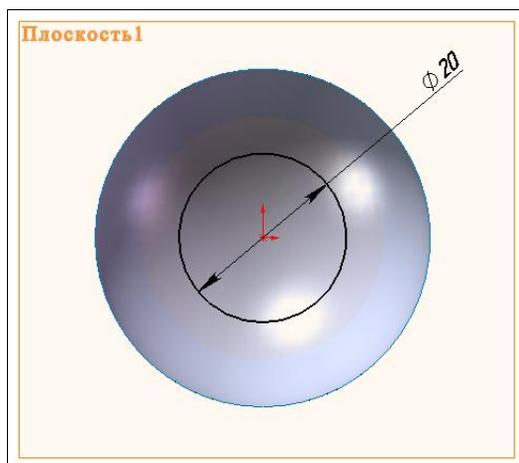

Рис. 2.119
5. Построим основание кнопки. Выберем **Плоскость1**, войдем в эскиз и нарисуем эскиз основания (рис. 2.119).